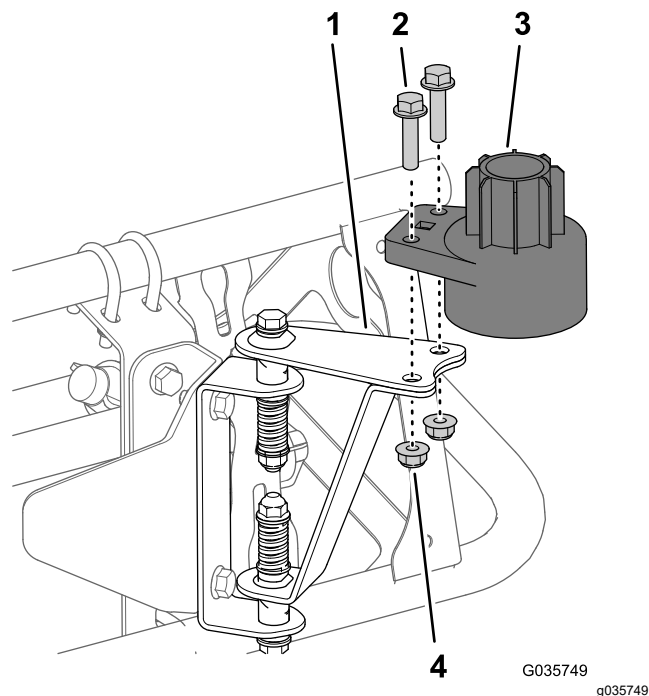

Рисунок 20
1. Установите нижний корпус датчика на крепежный узел датчика (Рисунок 20) с помощью 2 болтов (5/16 x 1¼ дюйма) и 2 контргаек (5/16 дюйма).